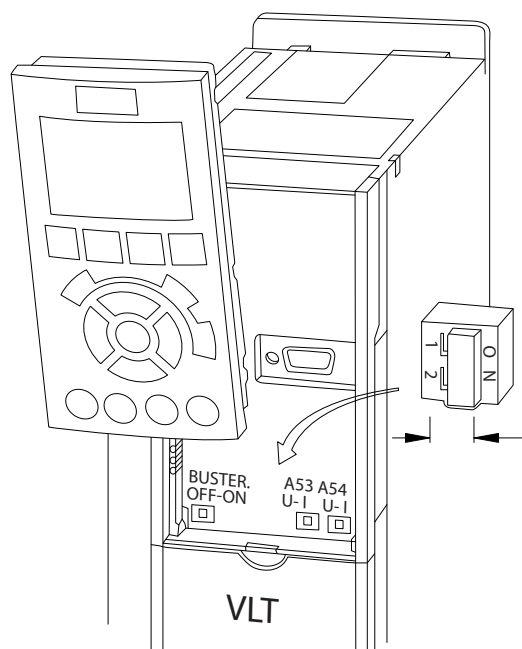

Ilustración 4.27 Ubicación de los conmutadores de los terminales 53 y 54
1. Retire el LCP (panel de control local) (consulte *Ilustración 4.27*).
- En la tarjeta de control, se incluye un conmutador (BUS TER) para la resistencia de terminación de bus. Consulte la *Ilustración 4.27*.